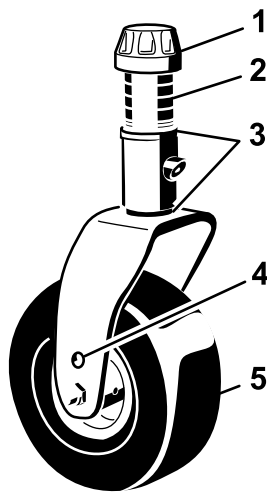

Bild 17
5. Entfernen Sie die Spannkappe von der Spindelwelle und ziehen die Spindel aus dem Laufradarm heraus (Bild 17).